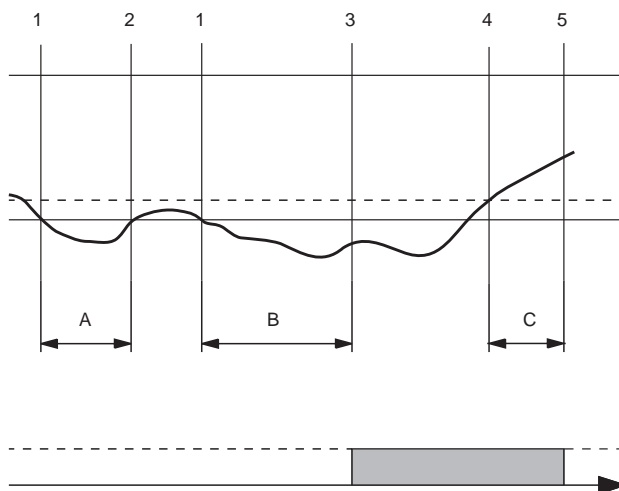

Рис. 125 Пример превышения нижнего предела
См. рис. 125.
Предельные значения могут быть верхним или нижним предельным значением, настроенным в параметре 201-01, а фактическое предельное значение должно быть введено в параметре 201-04. Таймер задержки обнаружения запускается при выходе за предельное значение (1). См. рис. 125.
- А: Если по завершении периода обнаружения параметр больше не выходит за предельное значение (2), показание таймера сбрасывается.
- В: Если по завершении периода обнаружения параметр всё еще находится за предельным значением (3), выходной сигнал детектора изменится на «выход за предел». Таймер задержки сброса запускается, когда выходной сигнал детектора находится в состоянии «Выход за предельное значение», но контролируемый параметр уже не выходит за предел, с учетом гистерезиса (4).
- С: После окончания периода задержки (5) выходной сигнал детектора меняется на состояние «Выход за предельное значение отсутствует».